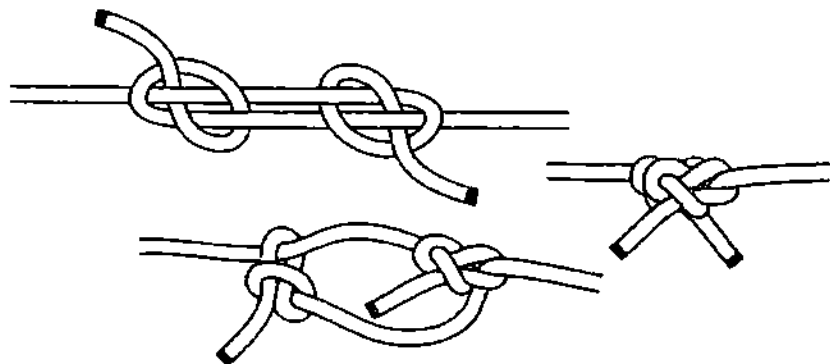

Рис. 796. Два сваечных узла.
**Сваечные узлы** могут с успехом использоваться для связывания между собой двух веревок (рис. 796). Предыдущий **богатырский узел** тоже состоит из двух **сваечных узлов**, но коренной конец пропущен в нём иначе, поэтому